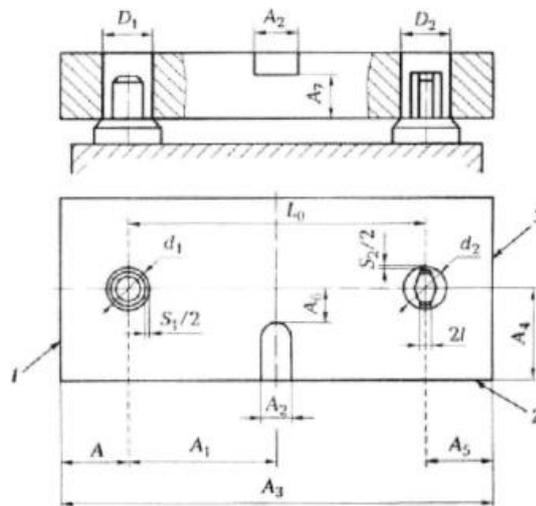

Рисунок 3 - Базирование по цилиндрическому и срезанному пальцам
3. При установке заготовок на плоскость и два отверстия обрабатывают поверхности  $A_1, A_2, A_3, A_4, A_5, A_6$  и  $A_7$  (см. рис. 3). Требуется построить схему базирования и определить погрешность базирования для указанных размеров, если известно, что базовые отверстия заготовок  $D_1$  и  $D_2$  выполнены с допуском  $T_{D1} = T_{D2} = 0,013$  мм, установочные пальцы  $d_1$  и  $d_2$  с допуском  $T_{d1} = T_{d2} = 0,009$  мм, а минимальный зазор в сопряжении базовых отверстий с установочными пальцами  $S_{1min} = S_{2min} = 0,007$  мм. Размер между осями базовых отверстий  $L_0 = (150 + 0,05)$  мм;  $A = A_5 = 130^{+0.15}$  мм.